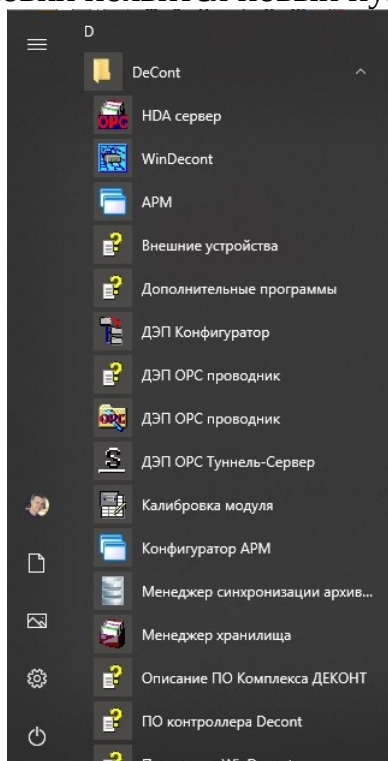

Рисунок 1 – Расположение пакета программ в меню.
В первую очередь надо начать с установки «Базового ПО». Папка «ПО ДЭП», где располагается все необходимое для работы программное обеспечение (ПО) расположена на «Рабочем столе». Базовое ПО устанавливается строго в следующем порядке: сначала ставится BDE ((1) BDE Professional 5.2.msi), затем «Базовое ПО» ((2) Install_depDecont-5.x.x.xx.exe). После установки появится новый пункт в меню ПУСК: ПУСК\DeCont (рисунок 1).